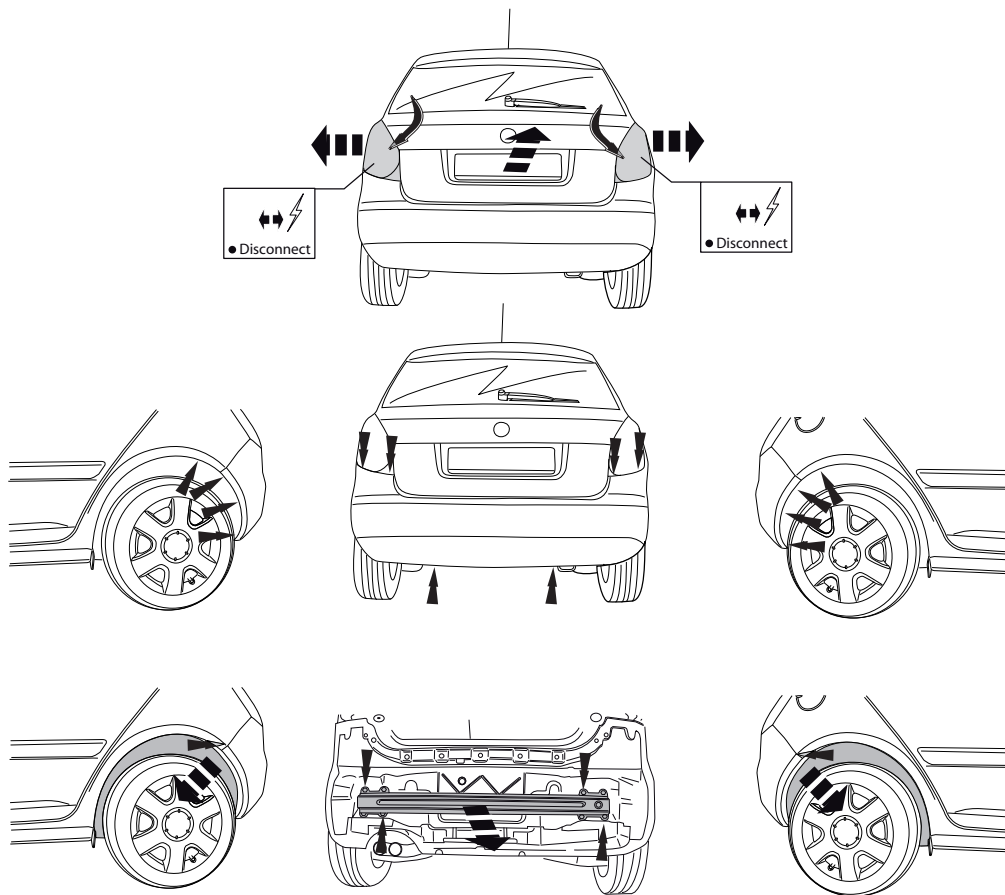

Fig.1
1. Zdemontować z pojazdu zderzak wraz ze stalową belką zderzakową, belka zderzakowa nie będzie ponownie używana. Zderzak ponownie śruby. Patrz rysunek 1.
1. Снять бампер вместе со стальным буферным брусом автомобиля буферный брус больше не понадобится. Посадить болты на место. См. рисунок 1.